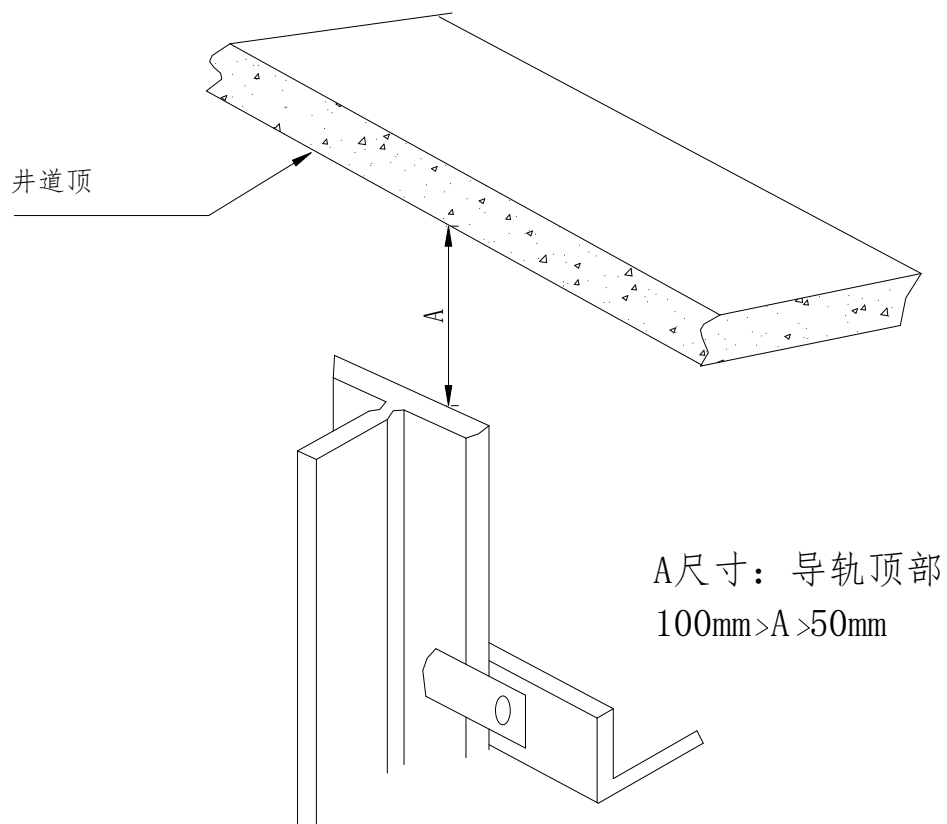

图 3-9
- (2) 轿厢导轨工作面接头处不应有连续缝隙，且局部缝隙不大于 0.5mm，导轨接头处台阶用直线度为 0.01/300 的直尺测量，应不大于 0.05mm，如果超过，应磨平，修光长度为 150mm 以上。
- (3) 两列导轨顶面的距离偏差：轿厢导轨上偏差为 2mm，下偏差为 0mm，对重导轨上偏差为 3mm，下偏差为 0mm。
- (4) 导轨应用压导板固定在导轨撑架上，不应用焊接或螺栓直接连接。
- (5) 导轨的下端应支撑在坚固的导轨座上。
- (6) 导轨最高端与井道顶板距离 50-100mm，见图 3-9
- (7) 两列导轨的接头处应避免在同一水平面上。